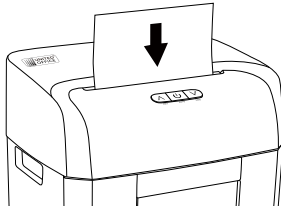

Fig. 3
- ◆ Introduzca el papel centrado y en posición vertical desde arriba en la ranura de corte ④ (consulte la fig. 3). El aparato se enciende automáticamente y vuelve a apagarse automáticamente si no se introduce más papel.